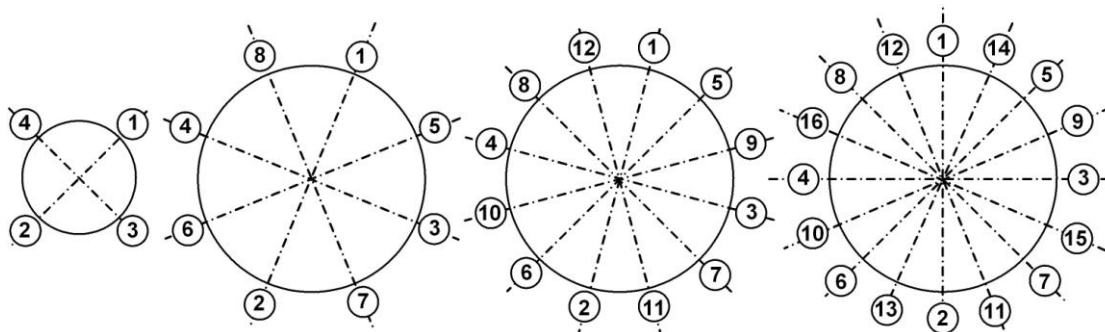

Рис.6. Очередность затяжки гаек на фланцах.
- 3.2.8.4. Затяжка гаек при установке ЭМР (имитатора) в трубопровод должна производиться в очередности, обозначенной на рис.6, динамометрическим ключом с крутящим моментом не более, указанного в табл.2. **В случае превышения усилия затяжки возможно повреждение ППР, вызывающее протечку жидкости во внутреннюю полость ЭМР.**